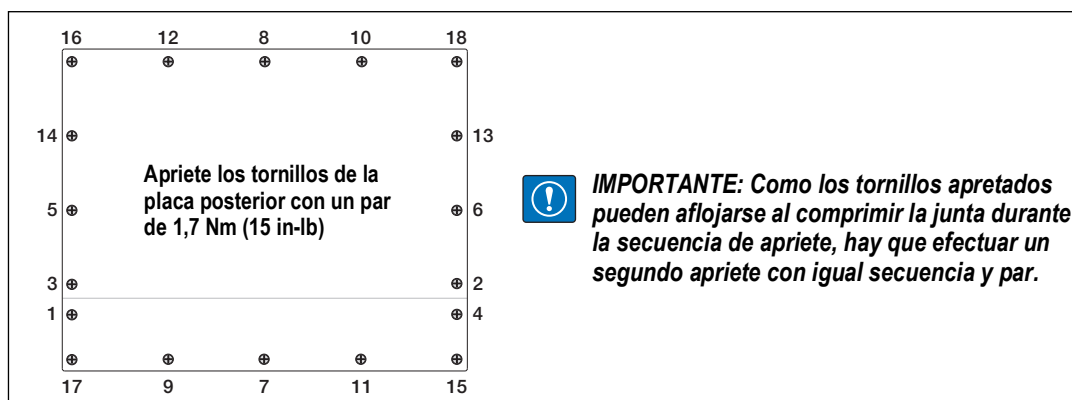

Figura 3-1. 920i Placa posterior de la carcasa
3. Apriete los tornillos a 1,7 Nm (15 in-lb), utilizando el patrón mostrado en la Figura 3-1, para evitar que se deforme la junta de la placa posterior.
4. Vuelva a instalar la placa posterior, consulte la Figura 3-1 en la página 13.